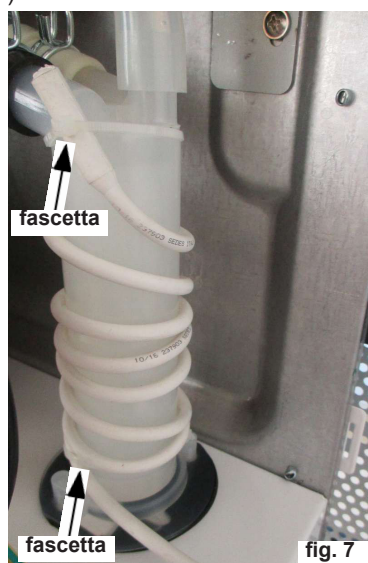

fig. 7
- Prendere il cablaggio filo scaldante e applicare n° 6 avvolgimenti attorno al corpo superiore sifone e bloccare con 2 fascette a strappo (fig. 7).